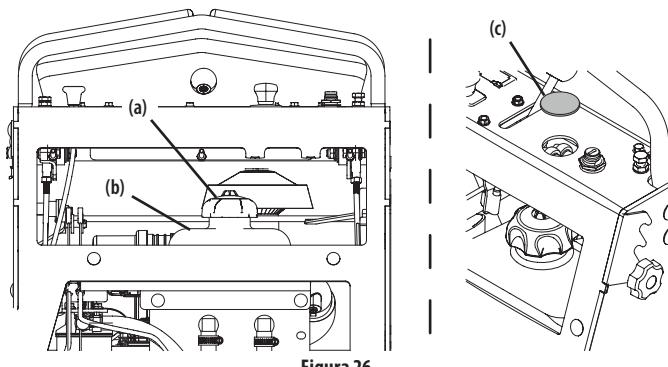

Figura 26
- Inserte un embudo en el depósito (b). Consulte la Figura 26.
- Quite el tapón negro (c) del panel de control buscando debajo del panel y apretando las dos pestañas y empujándolas hacia arriba. Consulte la Figura 26.